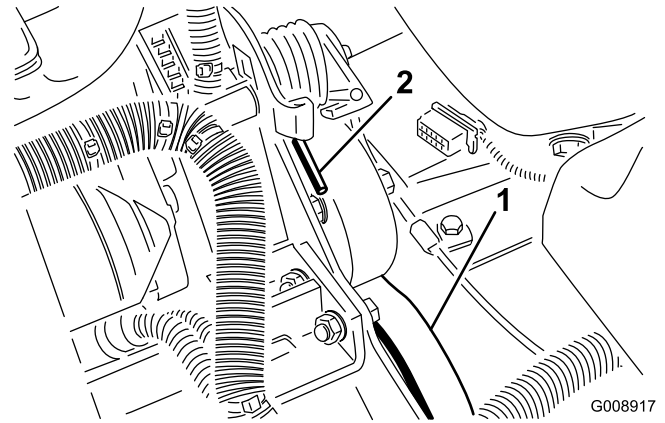

図 60
2. スプリングの端を前側に押し下げてブラケットから外し、スプリングのテンションをなくす図 60。